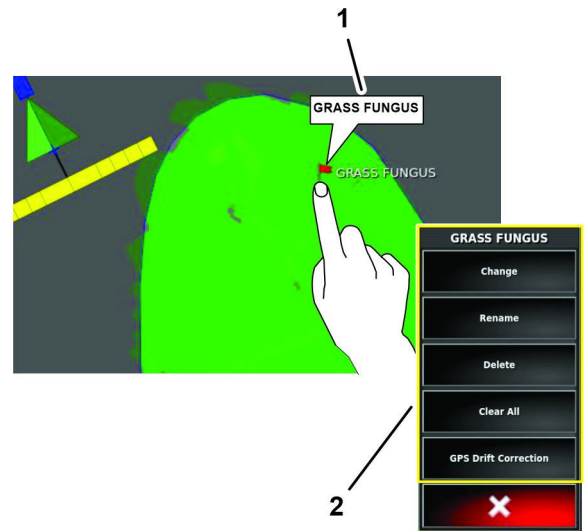

Figura 83
1. Presione con el dedo sobre el punto de bandera en la pantalla de la consola de control hasta que aparezca la información rápida sobre el punto de bandera (Figura 83).
Se muestra el menú Editar bandera (Figura 83).